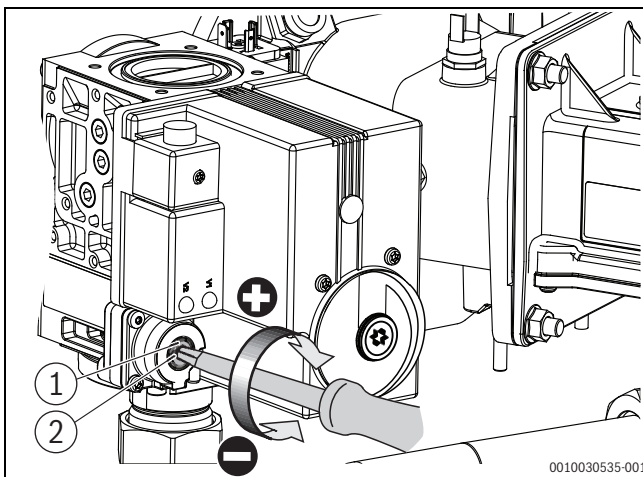

Bild 4 CO₂-Gehalt bei Teillast einstellen (Kesselgröße 150 – 300 kW)
- ▶ Verschlusssschraube an der Gasarmatur herausdrehen (→Bild 4).
- ▶ CO₂-Wert an der Teillast-Einstellschraube auf 10,2 % einstellen (→Bild 4).